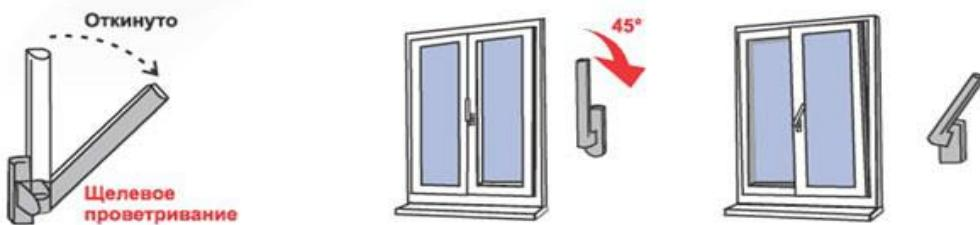

Рис. 3.
4. Для перевода створки в положение **«Проветривание»** ручку поворачивают из положения «Откинуто» в положение **«Проветривание»** на 45 градусов (см. Рис. 3). При этом створка окна (после небольшого поворота относительно нижней горизонтальной оси) фиксируется, будучи неплотно прижатой к раме окна вверху. Зазор между рамой окна и створкой (в верхней части) в данном режиме может составлять от 5 до 10 мм. и регулируется небольшим поворотом ручки (**щелевой режим**).